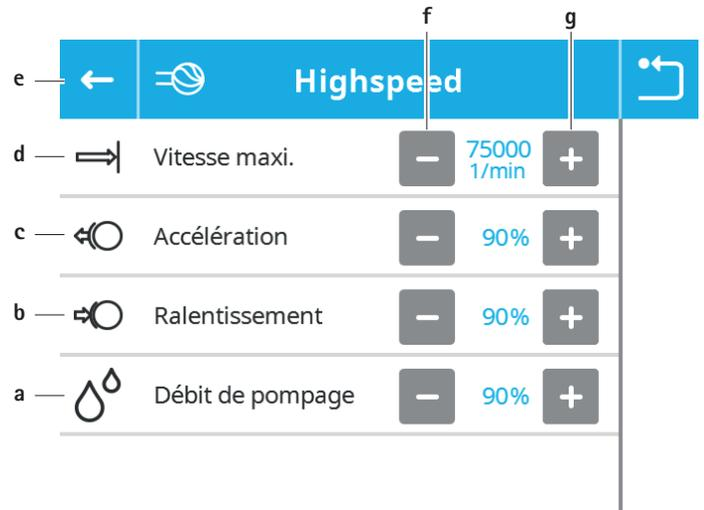

Fig. 10 Réglages moteur – type de partie appliquée sélectionné
- Le sous-menu du type de partie appliquée sélectionné s'ouvre, voir Fig. 10.